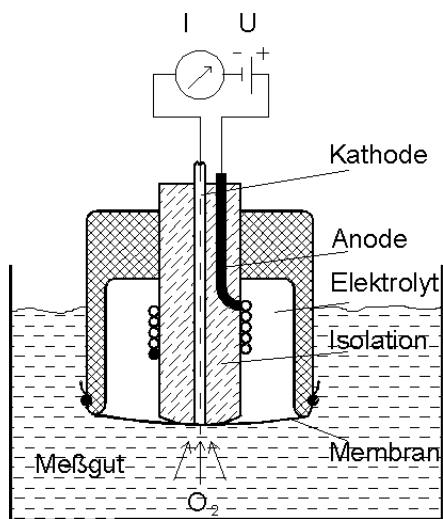

Abb.2 : prinzipieller Aufbau der Sauerstoff-Messzelle (Clark-Zelle)
- c) *elektrochemische Sensoren*: Erst mit der Entwicklung dieser Sensoren ist es möglich geworden, den Sauerstoffgehalt einer Lösung ohne Zeitverzug ablesen zu können (online-Messung). Die eigentliche Messzelle ist von der Messlösung durch eine Membran getrennt, durch die ständig Sauerstoff hindurchdiffundiert, der an der Kathode reduziert wird (Abb.2). Dabei werden Ladungsträger (Elektronen) frei, die zur Anode fließen und dadurch einen Strom erzeugen, der von der Menge des vorhandenen Sauerstoffs abhängig ist. Der Strom liegt im nA-Bereich, mittels geeigneter Messverstärker kann man ihn zur Anzeige bringen. Durch eine gleichzeitige Messung der Temperatur der Messlösung mittels NTC wird das Signal elektronisch soweit aufgearbeitet, dass man auf einem Display den O₂-Gehalt entweder in mg/l oder in %sat direkt ablesen kann.